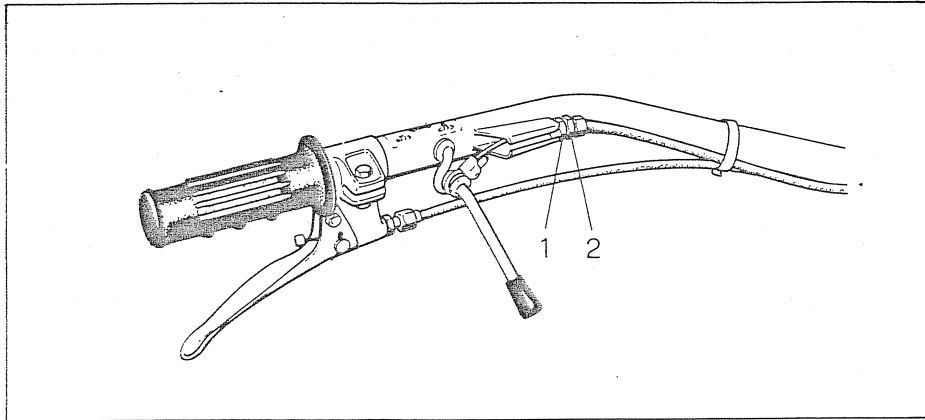

Fig. 18 - Bild 18
1. Die Gegenmutter (Bild 18, Detail 1) lösen, die den Einsteller (2) mit dem Holmen verbindet.
2. Den Einsteller (2) bis zum erwünschten Wert anschrauben und die Gegenmutter (1) wieder anziehen.
1. Unloose jam nut (1, fig. 18) securing set screw (2) to handlebars.
2. Screw down set screw (2) as required and tighten jam nut (1) again.
1. Desserrer le contre-écrou (fig. 18, détail 1) fixant l'écrou de réglage (2) au mancheron.
2. Visser l'écrou de réglage (2) jusqu'à la mesure voulue et re-serrer le contre-écrou (1).